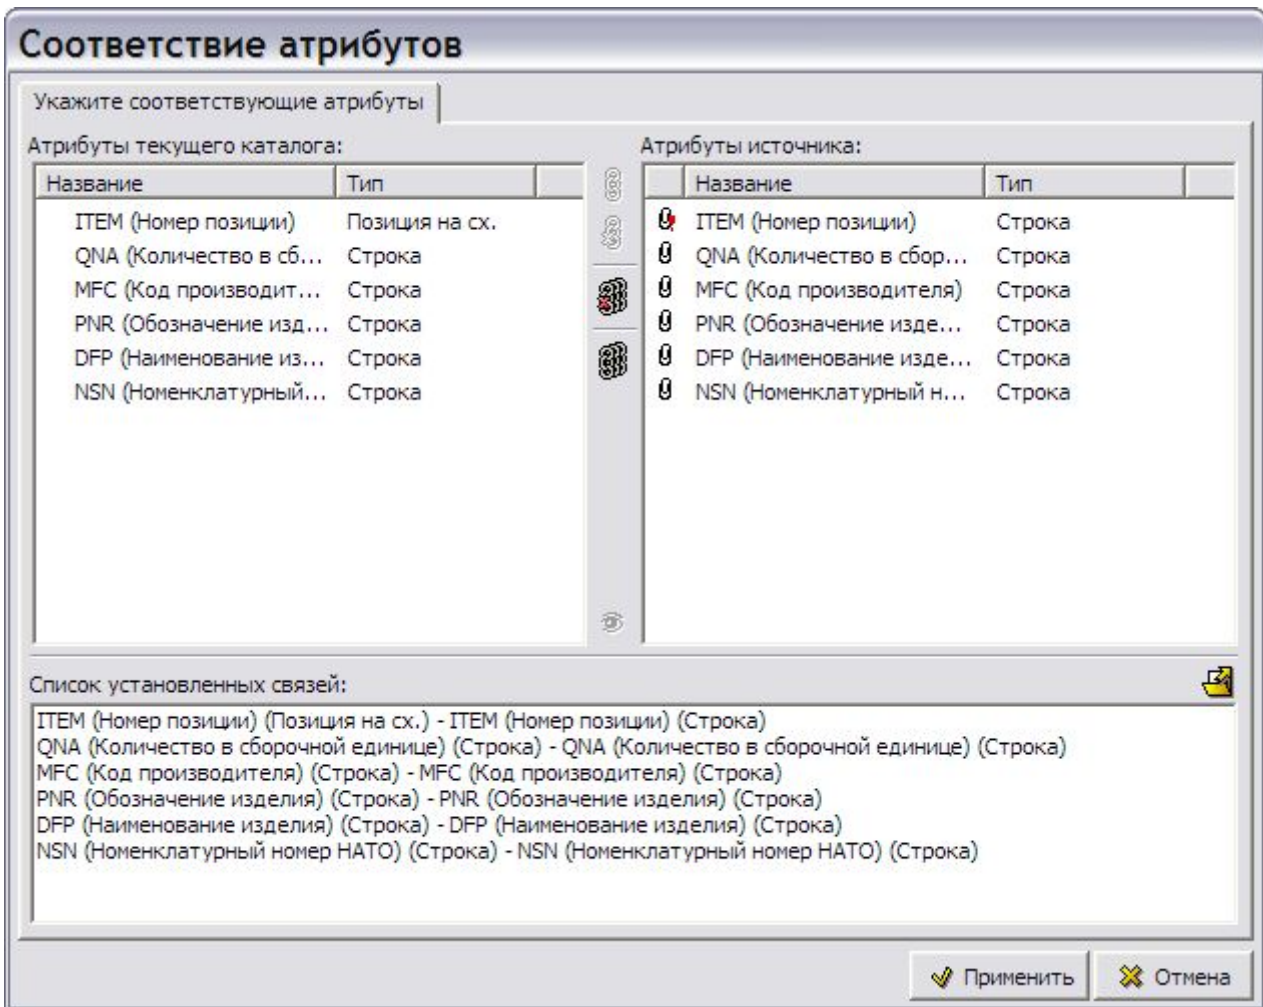

Рис. 4.24
10. Инструмент **Автоматическое связывание атрибутов**  применяется для ускорения процесса связывания атрибутов на основании совпадения названий. При этом в нижнем окне **Список установленных связей** появится список связей (Рис. 4.24).